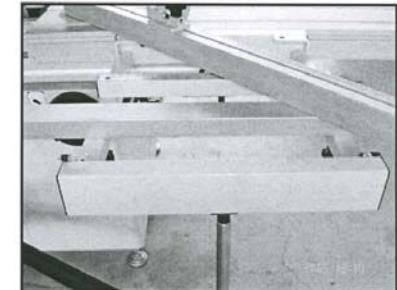

Fig. 57
1. Расположите поперечную линейку на передний 90°-й установочный упор (см. рис. 57) и заприте ее в этом положении. (Примечание: Уложите поперечную линейку на отверстие центрального пальца и вращайте ее до 90°-го упора.) Проверьте и убедитесь в том, что линейка расположена под углом в 90° к линии распила и отрегулируйте ее при необходимости.